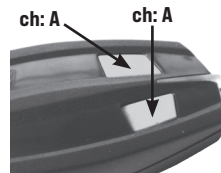

Fig. 3
- Am Ende der Programmierung, wenn Sie einen einzelnen Kanal kloniert haben, wird der gleiche Kanal automatisch allen Tasten von SUN CLONE 2.0 verbunden - s. Abb. 3 - (die 2 Kanäle werden alle mit A, oder alle mit B, oder alle mit C, oder alle mit D verbunden). Sonst geht die SUN CLONE 2.0 Tasten werden die Kanäle A oder B oder C oder D, in der gleichen Reihenfolge die Kanäle während der Klonierung gedrückt nehmen. So konnte jeder Taste werden A oder B oder C oder D.